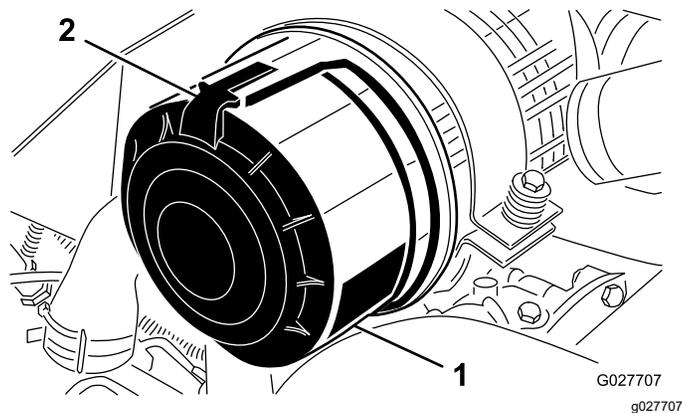

Bild 57
1. Lösen Sie die Laschen, mit denen die Abdeckung am Luftfiltergehäuse befestigt ist (Bild 57).